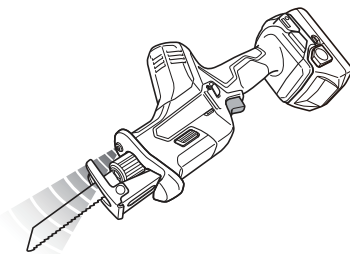

Fig. 27
6. Messages d'alerte par témoin DEL (Fig. 27)